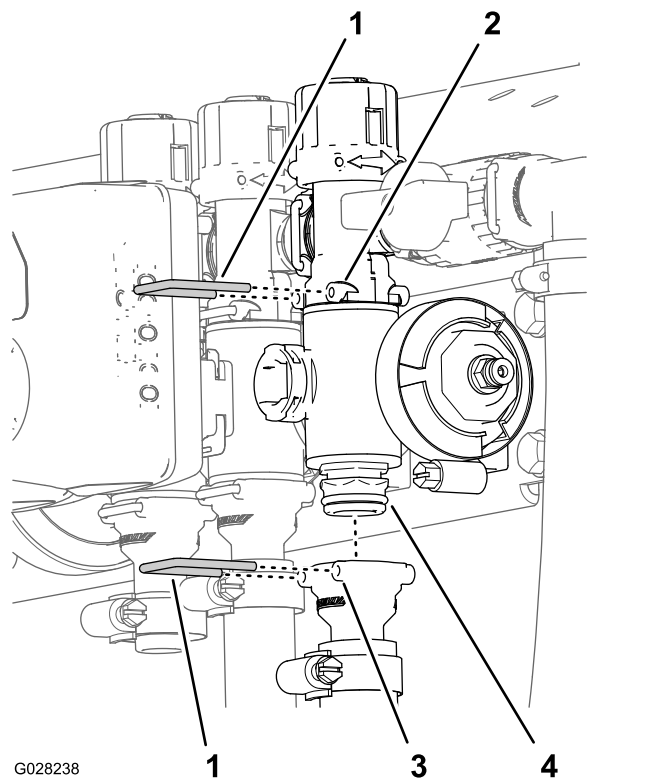

Figure 105
2. Retirez les étriers qui fixent le raccord de sortie au collecteur de vanne de section et le collecteur de vanne au raccord de dérivation (Figure 105).